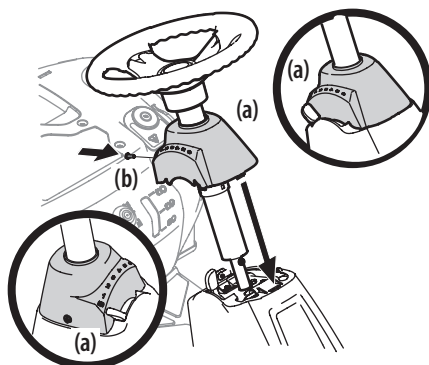

Figure 4
7. Glissez le couvercle (a) vers le bas sur la tondeuse à siège, puis tournez doucement le couvercle vers la droite pour le faire enclencher en place. Fixez le couvercle (a) en place avec la vis retirée (b) à l'étape précédente. Voir Figure 4.